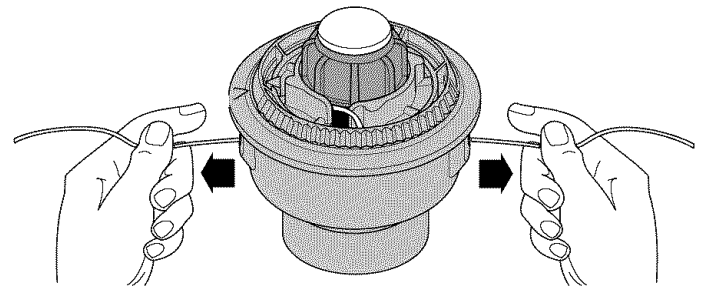

Fig. 19
7. Si el bobinado de la línea se torna difícil o la línea se atora, tire de los extremos de la línea en sentido opuesto a la cabeza y continúe bobinando el carrete en sentido antihorario (Fig. 19).
1. Tire con firmeza de los extremos de la línea en dirección opuesta a la cabeza para soltar el carrete (Fig. 19). Si este procedimiento no suelta el carrete, siga las instrucciones de "Limpieza del RapidRewind" a continuación.